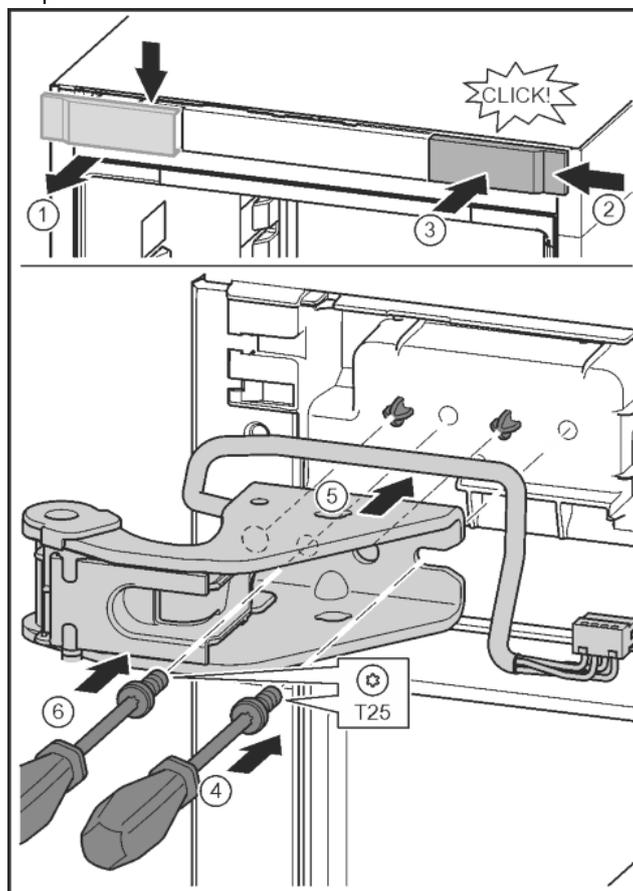

Fig. 33
- ▶ Отпустить крышку и снять сбюку. Fig. 33 (1)
- ▶ Навесить крышку, повернув ее на 180°, справа с другой стороны. Fig. 33 (2)
- ▶ Крышку зафиксировать. *Fig. 33 (3)*
- ▶ Установить винт отверткой T25. *Fig. 33 (4)*
- ▶ Установить верхний опорный кронштейн. *Fig. 33 (5)*
- ▶ Затянуть винт. *Fig. 33 (4)*
- ▶ Вставить и затянуть винт отверткой T25. *Fig. 33 (6)*